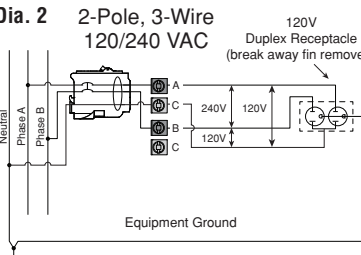

Fig. 2
4. Mettre le levier du disjoncteur de dérivation à la position OFF (fig. 2).
- Coloque la manija del interruptor de circuito derivado en la posición de APAGADO (ver fig. 2).